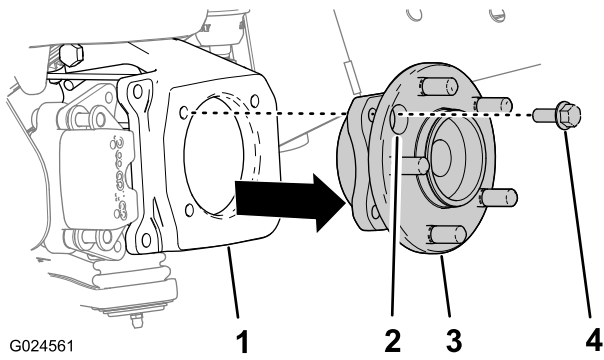

図 19
1. ホイールハブとベアリング・アセンブリをステアリングナックルに固定している六角ボルト4本を取り外す 図 19。
- ステアリングナックルからホイールハブを取り外す 図 19。